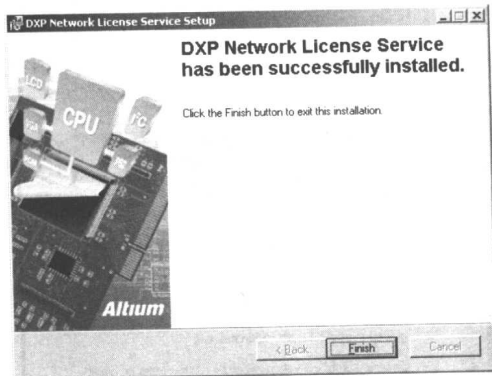

图 1.18 安装完毕窗口
(2) 单击安装向导欢迎窗口中的“Next”按钮, 进入 Protel DXP 2004 网络许可证服务器的安装程序。其安装过程与 1.2.2 节中介绍的安装过程完全相同, 在此不再赘述。
(3) 文件安装完毕后, 显示如图 1.18 所示的安装完毕窗口, 单击“Finish”按钮, 结束安装。